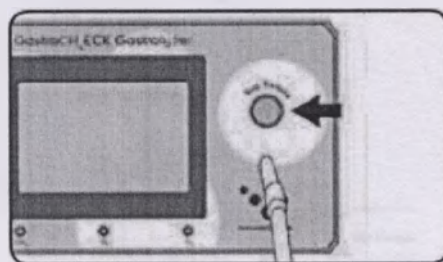

fig.13
12. Нажмите кнопку «Bag sample» (Рис. 13).